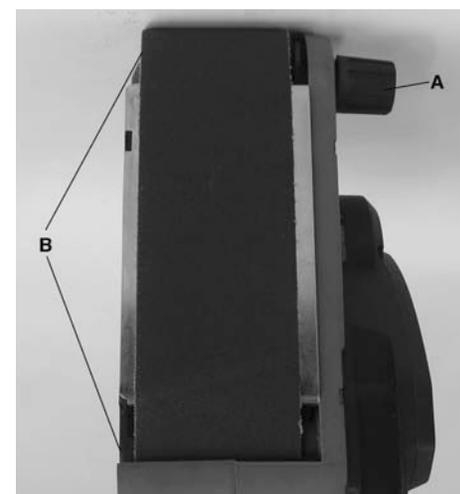

Figure 3
Pour ajuster le pistage de la courroie, pivotez la ponceuse sur sont dos. Tenez la ponceuse avec une main et démarrez la ponceuse en observant le pistage. Si la courroie dévie vers l'extérieur, tournez le bouton de pistage (A) Fig.3 dans le sens horaire. Tournez dans le sens anti-horaire si la courroie dévie vers l'intérieur. Effectuez ce réglage jusqu'à ce que la courroie s'aligne parfaitement entre les deux rouleaux (B).